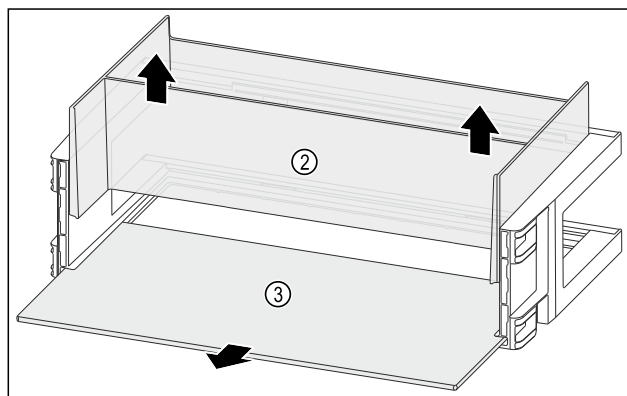

Fig. 93
- ▶ Organizator Fig. 93 (2) dvignite in odstranite.
- ▶ Odstranite polico za odlaganje Fig. 93 (3).